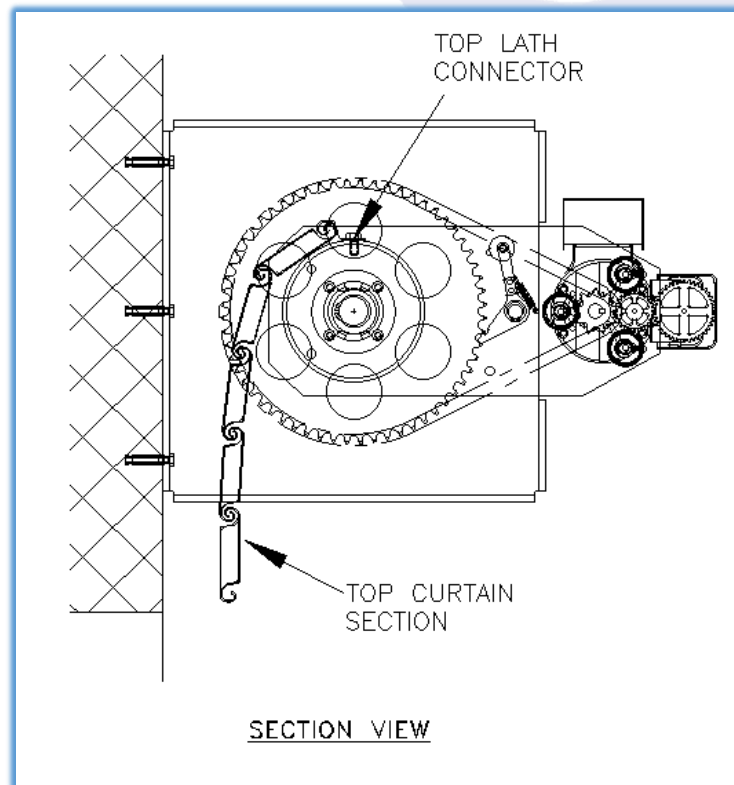

Fig. 007
10) For å montere den øverste delen av gardinen til valsen, løfter du seksjonen på plass (passende løfteutstyr kreves) med den øvre låsekoblingen inn mellom strukturen og rullen. Plasser den øvre låsekoblingen på toppen av rullen og fest den på plass med de tidligere fjernede festene. Forsikre deg om at låsekoblingen er plassert i riktig avstand fra enden av rullen ved å referere til målingen som er tatt tidligere (som forklart i note 4). **Se fig. 007.**